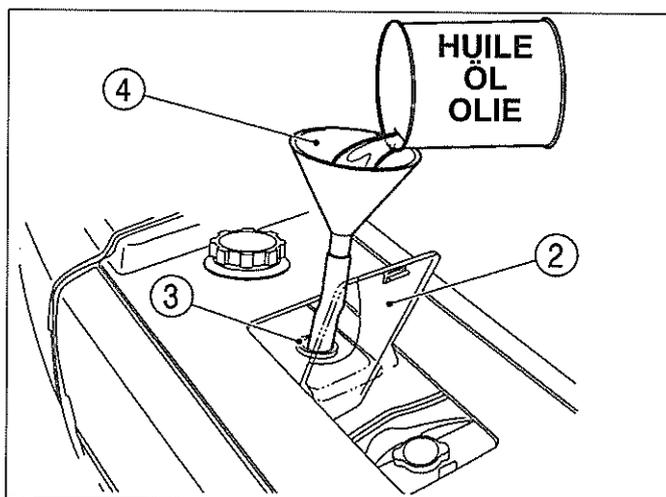

FIG. 40 / ABB. 40 / FIG. 40
FIG. 40 : Pour ajouter de l'huile, ouvrez la trappe (2) au-dessus du capot du moteur et retirez le bouchon du filtre (3). Ajoutez de l'huile à l'aide d'un entonnoir (4) pour éviter d'en répandre.